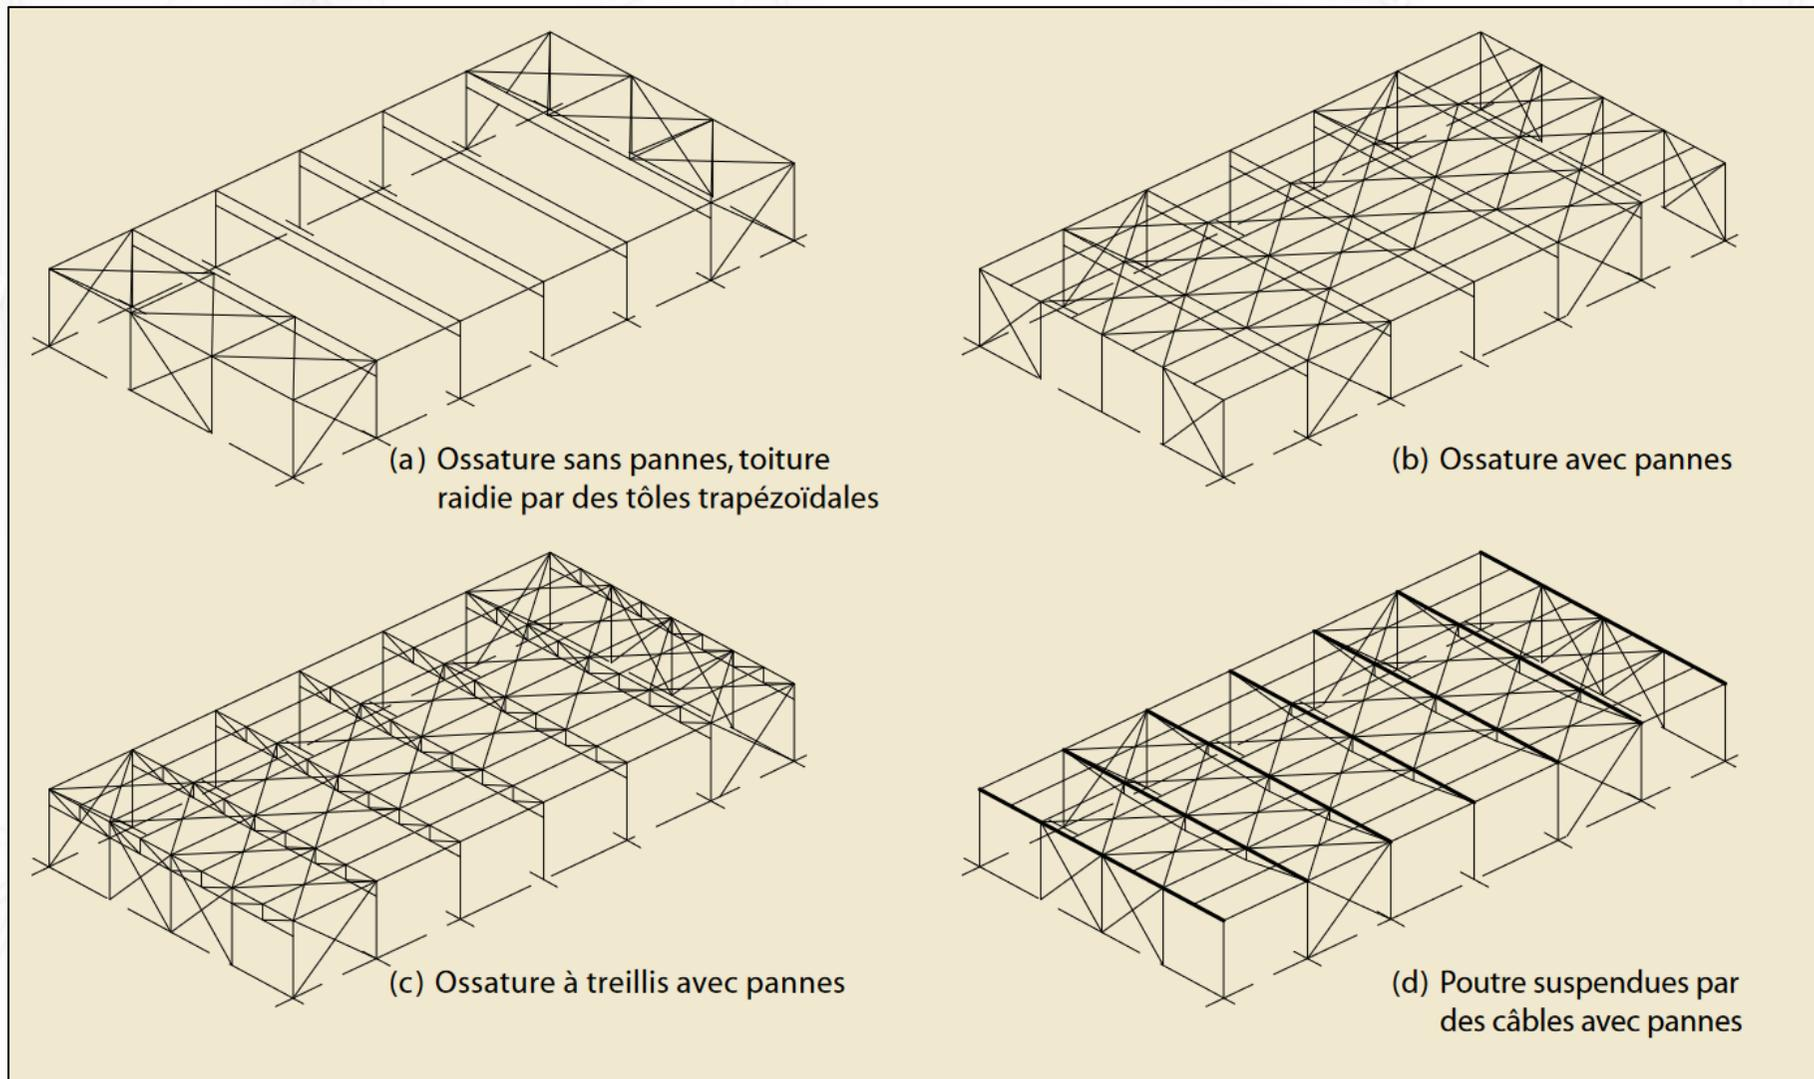

Figure 2 : Exemples de structures poteaux-poutres
- ❑ La figure 2 montre différentes structures composées de traverses et de poteaux. La vue (a) montre un exemple de structure sans pannes, raidie par l'action de diaphragme de la toiture et des contreventements dans les murs.